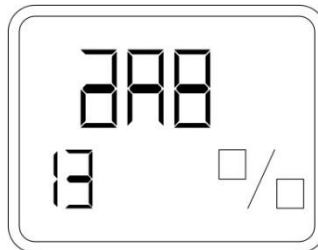

Рисунок 40 – Отображение значения давления в процентах от шкалы
- При помощи кнопки «М» зайти в пункт меню 13 (рисунок 40).